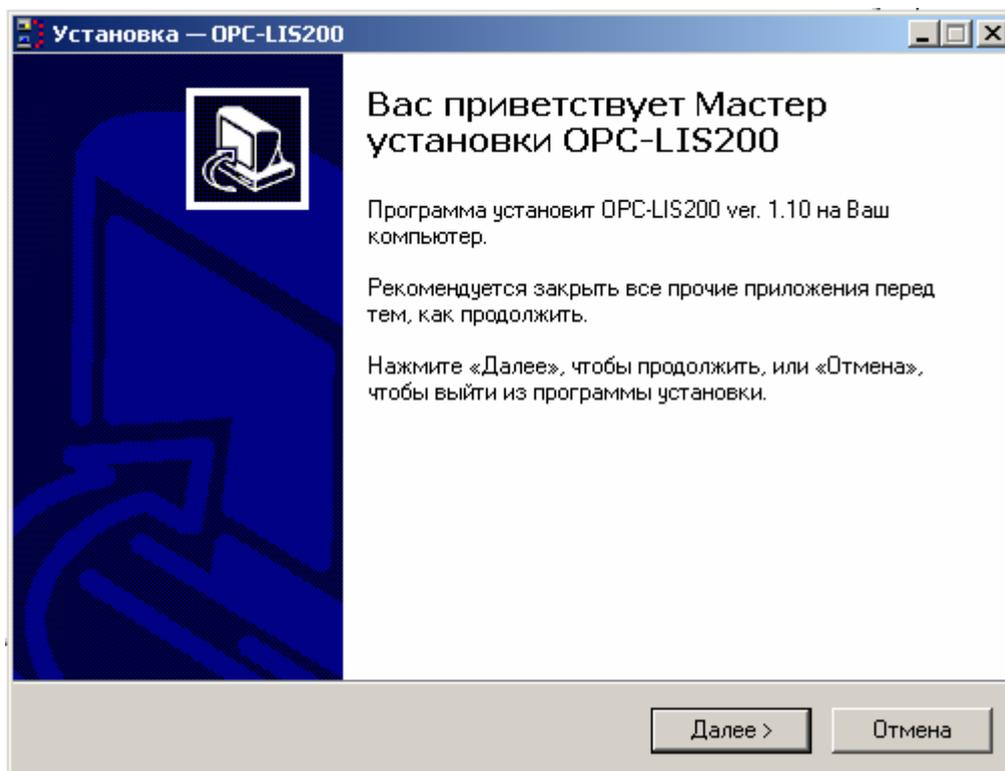

Рисунок 2
- В окне начала установки программного комплекса OPC LIS200 (рис.2), для продолжения установки нажмите кнопку “Далее”.